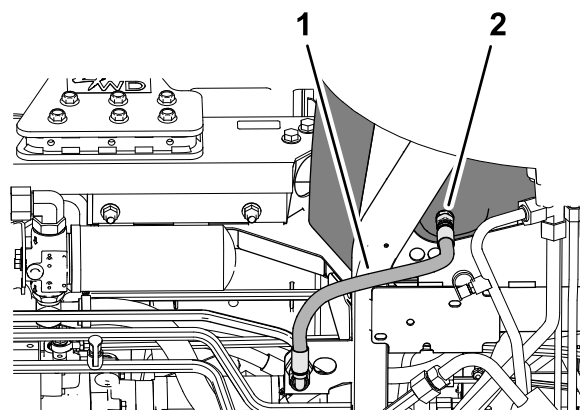

Figure 154
3. Placez le bac de vidange sous le réservoir hydraulique (Figure 154).